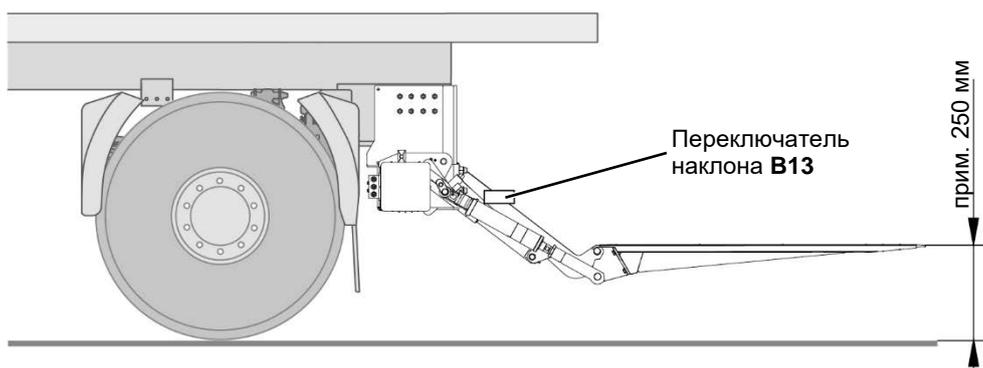

Рисунок 45: Переключатель наклона В13 (1)
- Переведите платформу в горизонтальное положение прим. 250 мм над землей, как представлено на Рисунок 45, стр. 68.